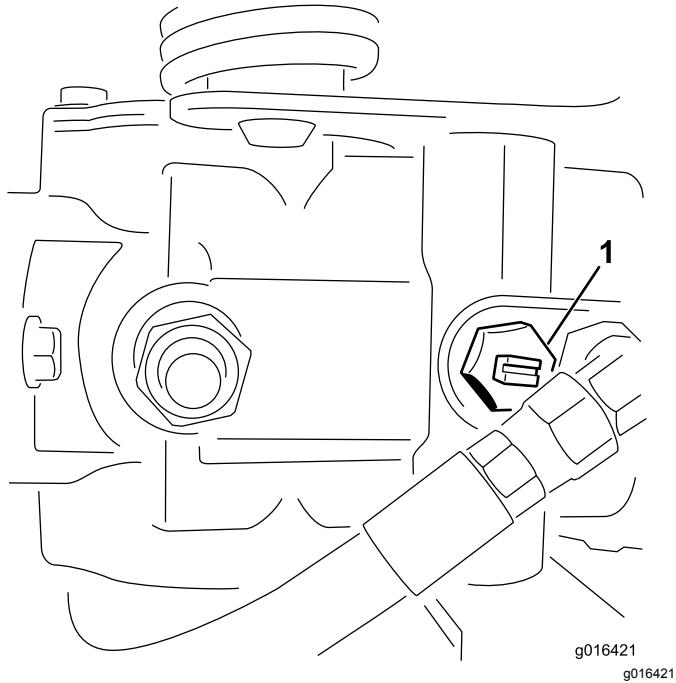

Figura 26
1. Individuate la valvola di bypass sulla pompa ed eseguite 2 giri completi in senso antiorario (Figura 26).
2. Prima di avviare il motore, chiudete la valvola di bypass ruotandola di 2 giri completi in senso orario (Figura 26).